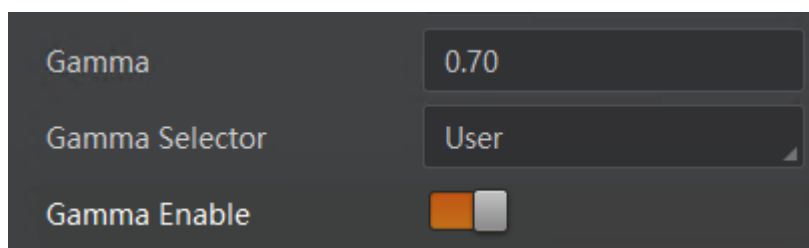

图7-26 User 模式
3. 在 *Gamma* 参数中输入需要设置的数值，如图 7-26 所示，参数范围为 0~4。